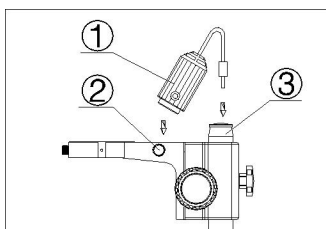

图 6
(一) 把照明器组件①的凸台对着灯源固定螺钉②插入托架，然后旋紧螺钉；（如图 6）